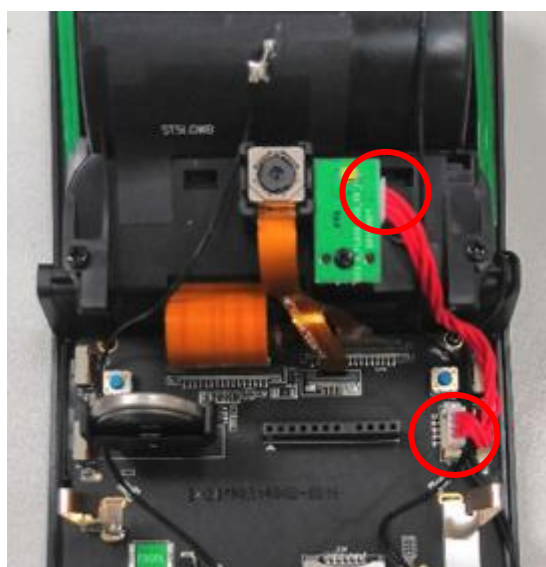

Рисунок 17. Демонтаж жгута для подключения модуля вспышки.
19. Подключить модуль вспышки к модулю управления с помощью жгута (**Рисунок 17**).